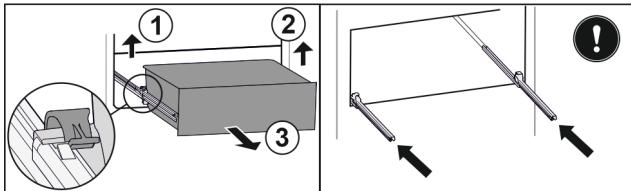

Fig. 41
- ▶ Dvignite levo spojko in hkrati povlecite predal levo naprej. Fig. 41 (1)
- ▶ Dvignite desno spojko in hkrati povlecite predal desno naprej. Fig. 41 (2)
- ▶ Predal vzemite ven v smeri naprej. Fig. 41 (3)